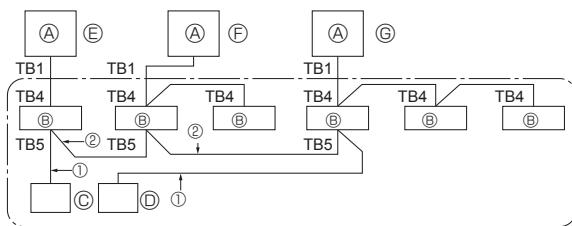

Fig. 9-1
9. Sterowanie systemem (Fig. 9-1)
① Okablowanie ze zdalnego sterownika